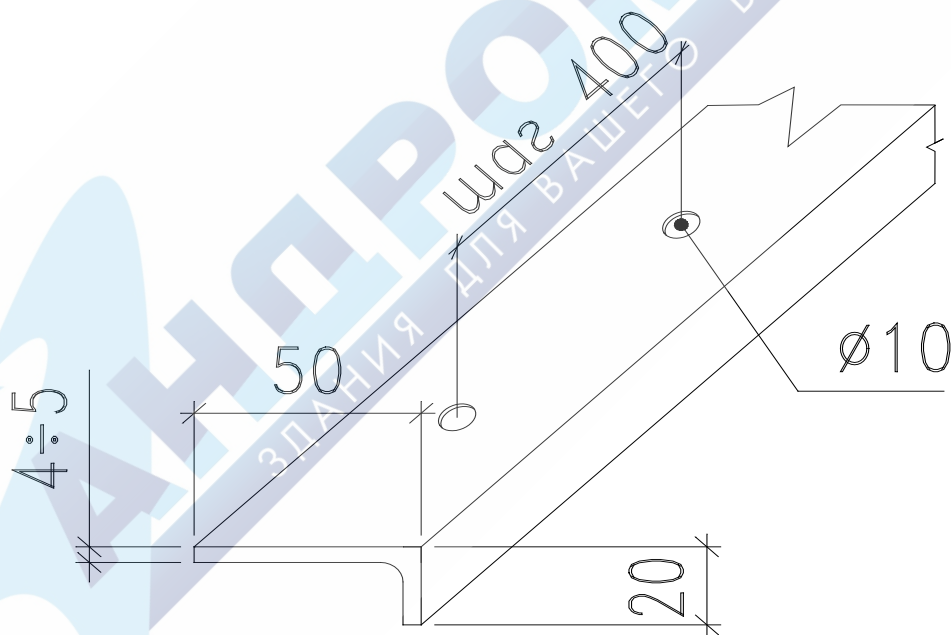

Рис. 1
3. При креплении утеплителя к прогону через брусок «ПЕНОПЛЕКС-35», необходимо воспользоваться монтажным приспособлением, которое представляет собой уголок 20×50 мм, длиной 1200 мм и отверстиями диаметром большим, чем диаметр шляпки самореза и шагом отверстий – 400 мм (см. рис.1).